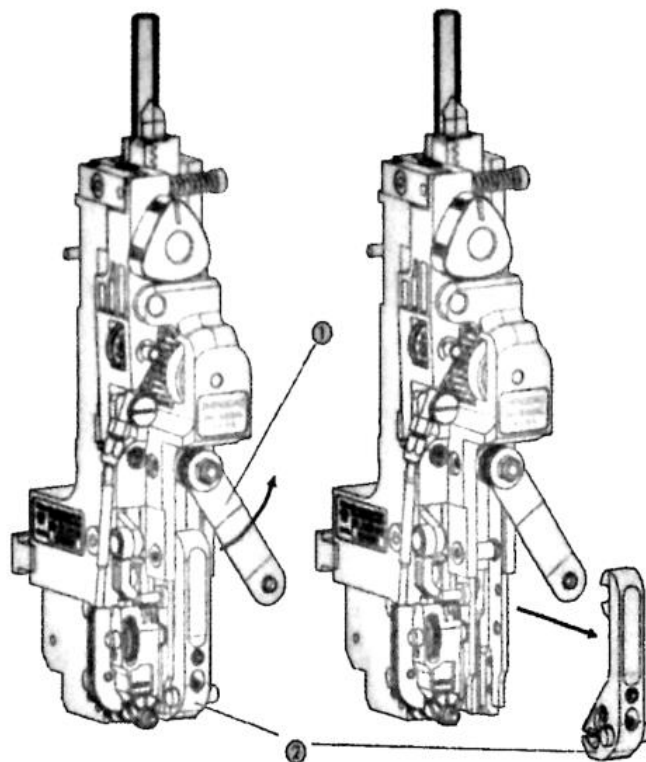

Рис. 13
- Замена формовочного узла (Рис.13)